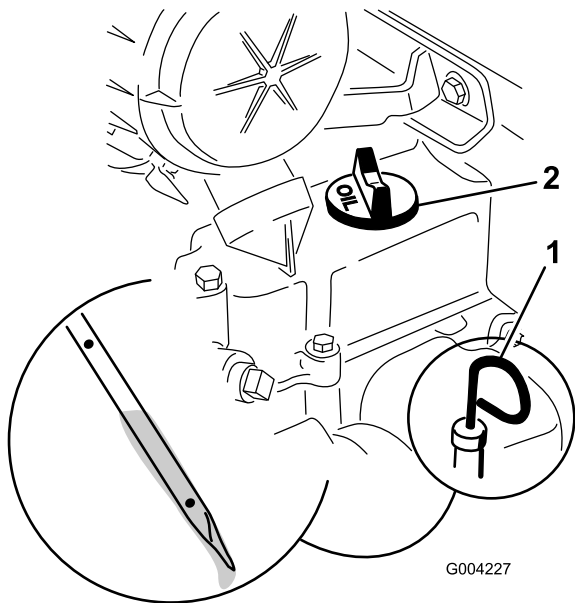

Bild 32
4. Reinigen Sie den Bereich um den Ölpeilstab (Bild 32).
5. Ziehen Sie den Peilstab heraus und wischen Sie das Metallende ab (Bild 32).
6. Schrauben Sie den Ölpeilstab vollständig in das Peilstabrohr (Bild 32).
8. Wenn der Ölstand niedrig ist (unter dem unteren Loch), reinigen Sie den Bereich um den Ölfüllstutzensdeckel und nehmen den Deckel ab (Bild 32).
6. Entfernen Sie den Ölfülldeckel (Bild 32) und gießen Sie ungefähr 80 % der angegebenen Ölmenge langsam in die Ventilabdeckung ein.
9. Entfernen Sie den Ölfülldeckel (Bild 32) und gießen Sie ungefähr 80 % der angegebenen Ölmenge langsam in die Ventilabdeckung ein.